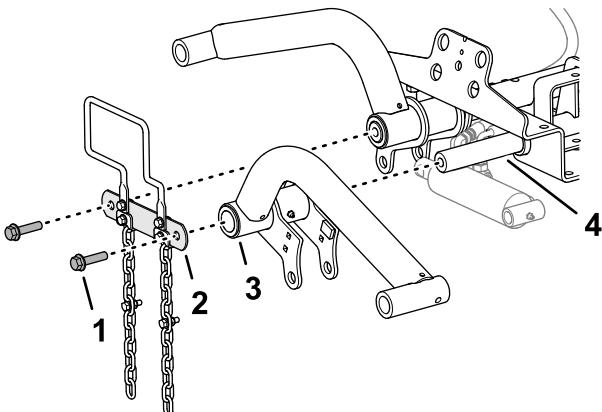

Bild 9
1. Montieren Sie die Hubarme auf die Hubarm-Gelenkwellen, wie in Bild 9 dargestellt.
2. Befestigen Sie die Gelenkwellenverbindung mit den beiden Bundkopfschrauben (½" x 2"), die Sie in Vorbereiten des Einbaus der Hubarme \(Seite 16\) entfernt haben, an den Gelenkwellen der Hubarme (Bild 9).